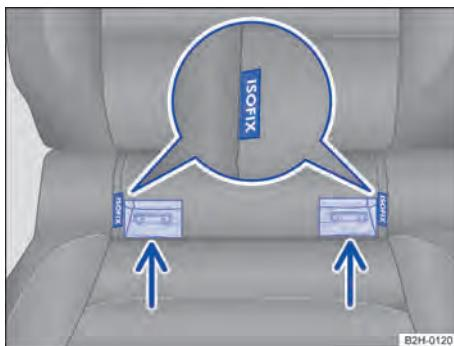

Fig. 74 Identificação dos pontos de ancoragem inferiores da cadeira de criança no banco do veículo.
- Colocar a cadeira de criança nos olhais de retenção no sentido das setas → Fig. 74. As aberturas de introdução encontram-se
- Posicionar a cadeira de criança sobre a superfície do banco e prender os ganchos dos cintos de fixação nos olhais de fixação → Fig. 74.